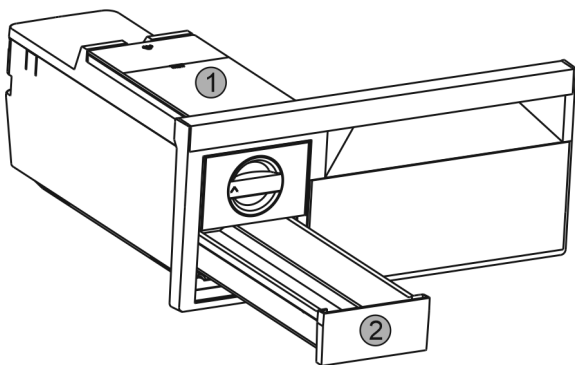

Fig. 41
- Enlever le réservoir d'eau Fig. 41 (1) et le tiroir à glaçons Fig. 41 (2).